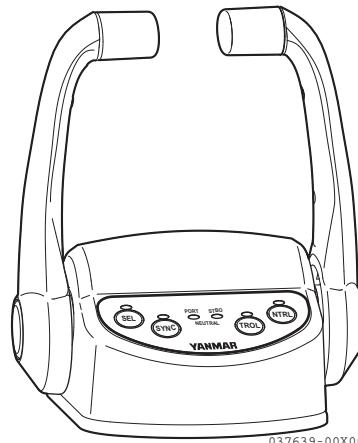

Figura 9
- A lâmpada do painel de interruptores surgirá e a lâmpada da cabeça de controlo (**Figura 9**) SEL (**Figura 10**) surgirá ou ficará intermitente.